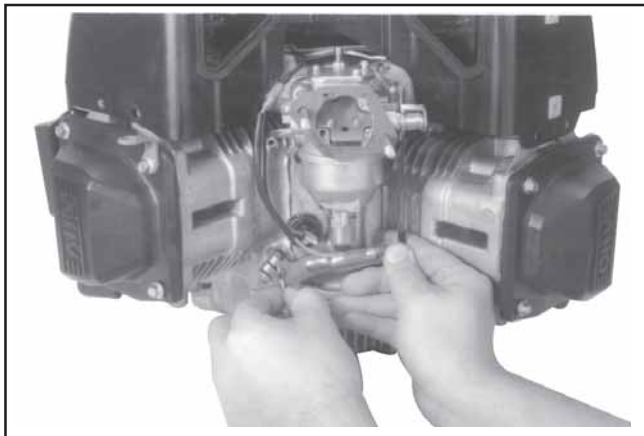

Figura 11-68. Installazione della leva del regolatore sull'albero.
1. Installare la leva del regolatore sull'albero trasversale del regolatore. Vedere Figura 11-68.